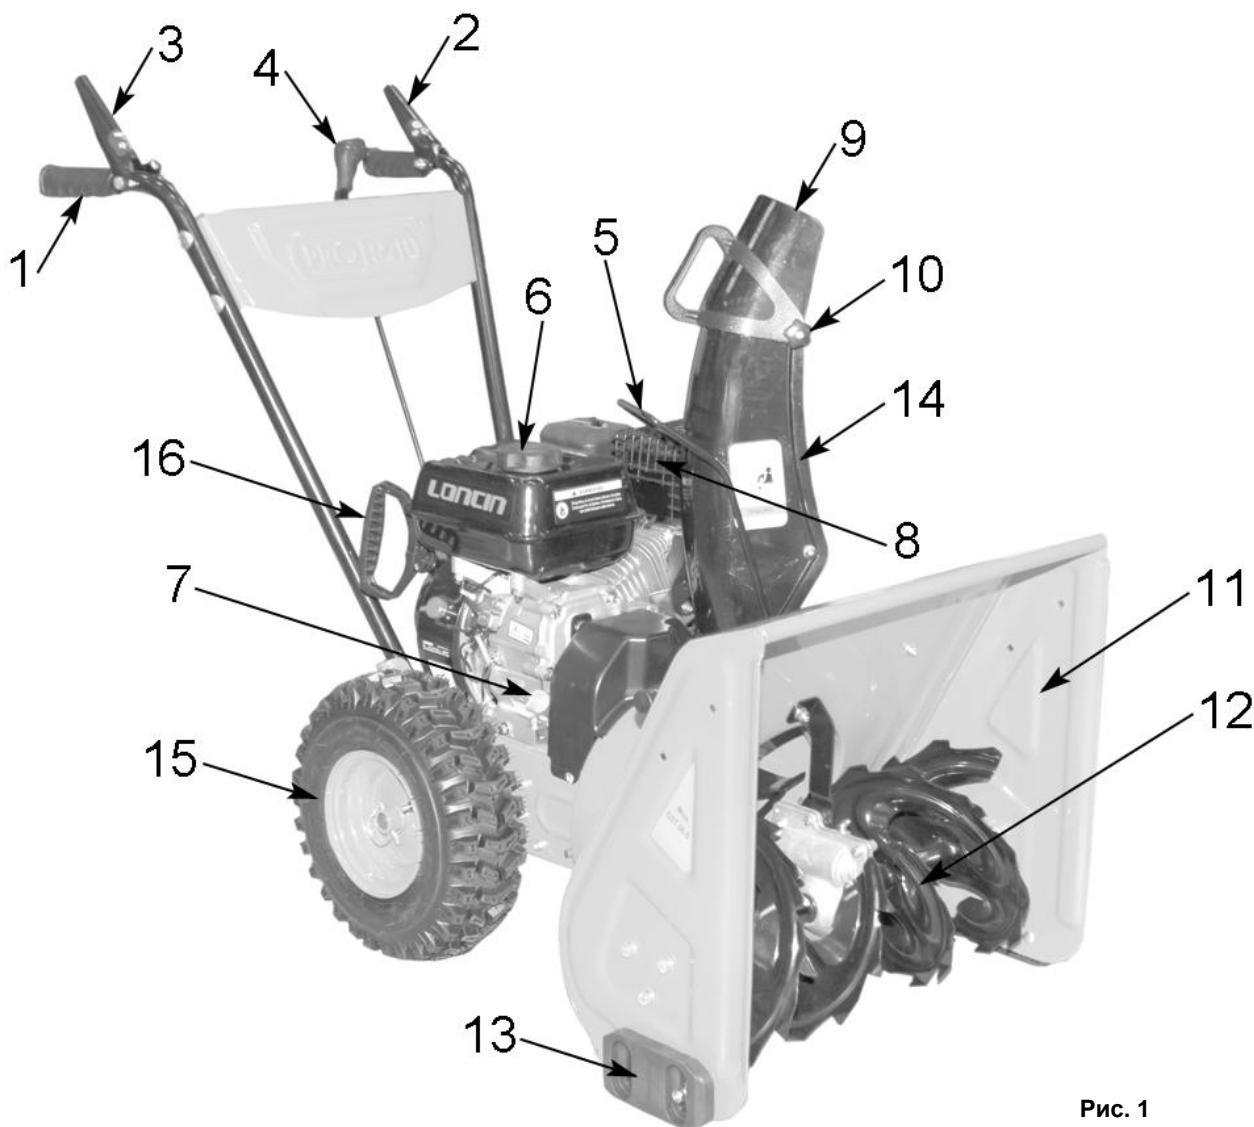
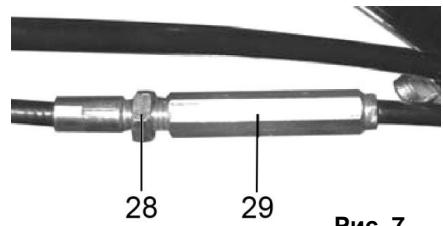

Рис. 1
Рис. 7
- Снегоуборщик вращением лопастей шнека (12)(См. Рис.1) убирает снежный покров с ровных площадей, и через снегоотвод (14) выбрасывает его в выбранную сторону.
- Шнек (12)(См. Рис.1) - винтовой механизм в виде стержня с наклонными лопастями, приводимый в действие двигателем. Шнек захватывает, и транспортирует снежную массу внутрь снегоуборщика на вращающуюся крыльчатку (импеллер), далее снежная масса выбрасывается в необходимую сторону (влево или вправо), через поворачиваемый желоб (снегоотвод).
- Снегозаборник (11)(См. Рис.1) служит для захвата снега и направления его потока в рабочую зону снегоуборщика (на шнек).
Рычаг привода колес (2)(См. Рис.1)
- При нажатии рычага привода колес (2), включается система привода, и снегоуборщик начинает движение.
- При отпускании рычага привода колес (2), привод отключается, и снегоуборщик прекращает движение.
Рычаг привода шнека (3)(См. Рис.1)
- При нажатии рычага привода шнека (3), включается система привода, и лопасти шнека (12)(См. Рис.1) начинают вращение.
Рычаг переключения скоростей (4)(См. Рис.1)
- Для изменения скорости и направления движения: остановите снегоуборщик и вращение шнека, переведите рычаг (4)(См. Рис.1) в соответствующее выбранному режиму движения положение.
- Установите желоб снегоотвода (14)(См. Рис.1) на выпускной канал импеллера.
- Поворот желоба для снегоотвода осуществляется вручную при помощи рукоятки (5)(См. Рис.1)
- Установить в отверстие на рычаге управления (2; 3)(См. Рис.1) верхний Z-образный конец троса (22)(См. Рис.4).
- Установите/замените ограничительные башмаки (13)(См. Рис.1; 6) с каждой стороны снегозаборника.
- Рычаги приводов колес и шнека (2) и (3) должны прижиматьсяся к рукояткам руля управления (1)(См. Рис.1) без чрезмерных усилий.
- Проверьте работу рычагов (2) и (3)(См. Рис.1) привода колес и шнека.
- Рычаги (2) и (3) привода колес и шнека должны полностью прижиматься к рукоятке управления. Если этого не происходит, значит, тросики перетянуты, и их необходимо ослабить.
- Отрегулируйте приводные тросы с помощью резьбовой втулки (29)(См. Рис.7), расположенной в средней части троса.
- Для натяжения тросика: ослабьте гайку (28), а затем переместите резьбовую втулку (29) вверх и затяните гайку (28)(См. Рис.7).
- Для ослабления тросика: ослабьте гайку (28) и переместите резьбовую втулку (29) вниз и затяните гайку (28) до втулки.